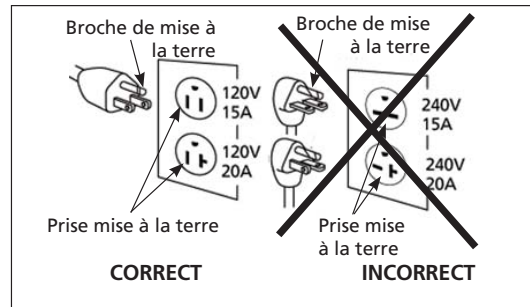

Figure 3 - Méthode de mise à la terre
1. Ce produit est conçu pour être utilisé sur un circuit de 120 V. Il doit être mis à la terre. Dans le cas d'un court circuit, la mise à terre réduit le risque d'un choc électrique en fournissant un chemin de courant alternatif au sol. L'unité est équipée d'un cordon électrique qui possède une branche de mise à la terre. Elle s'insérera facilement dans l'un des types communs de prises électriques montrées à la figure 3. Si la fiche ne s'insère pas dans la prise désirée, demandez à un électricien qualifié de remplacer la fiche ou la prise.
3. Ce produit est conçu pour être utilisé sur un circuit de 120 V et est doté d'une broche de mise à la terre semblable à la broche illustrée dans la figure 3.